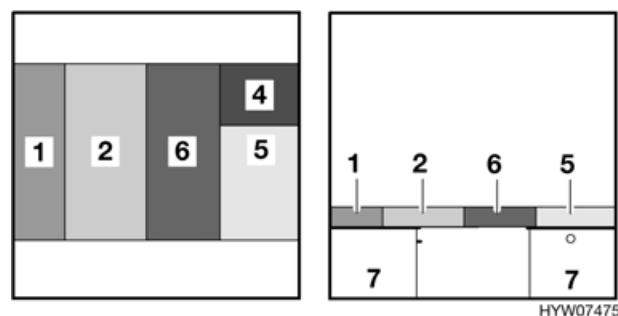

Fig. 36 Dopo la trasformazione
- Collegare il cuscino dello schienale (Fig. 36,1) completamente sulla parete esterna.
- Collegare il cuscino dello schienale (Fig. 36,4) completamente sulla parete posteriore al sedile.
- Posizionare i cuscini del divano (Fig. 36,2 e 5) sulle piastre del sedile estratte.
- Collegare il cuscino laterale (Fig. 36,6) tra il cuscino del divano (Fig. 36,2) e i cuscini (Fig. 36,4 und 5) sul sedile Vario.